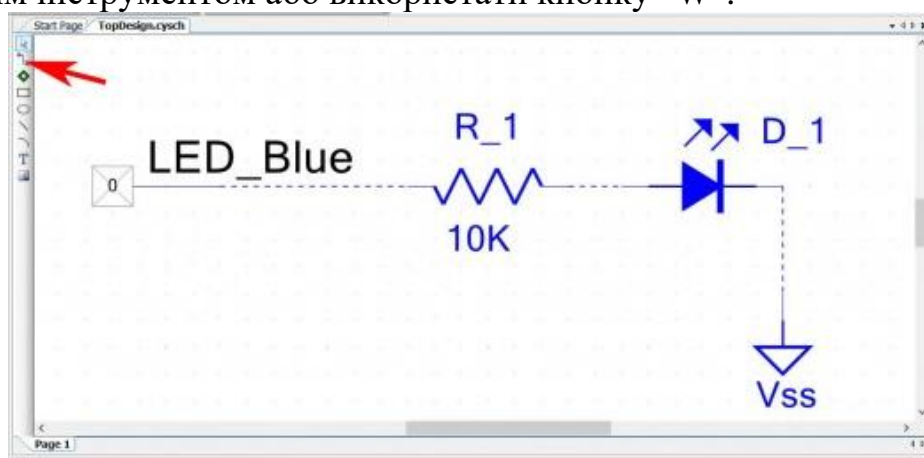

Рис. 2.12. Вигляд вікна графічного редактора зі схемою
1. Реалізувати проект засвічування синього RGB LED стенду з використанням схеми, зображеної на рис. 2.12. Світлодіод засвічується на протязі 1.5 сек і не світиться на протязі 1 сек.